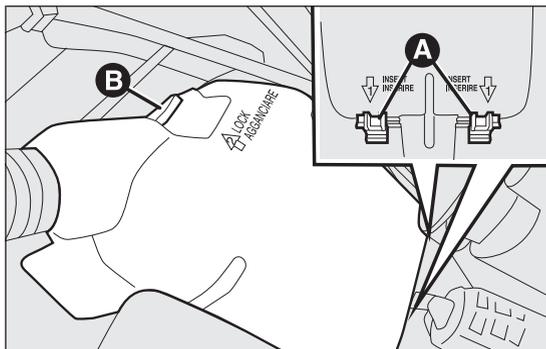

fig. 166
- inserire i due agganci A fig. 166 nelle relative sedi ubicate sulla scatola fusibili;